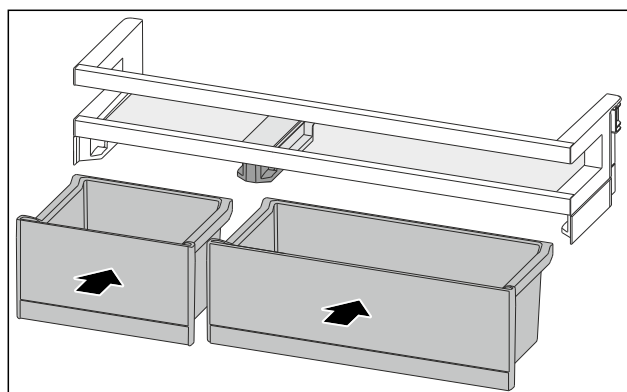

Fig. 158
- VarioBoxy vložte v opačném pořadí. (viz Fig. 158)